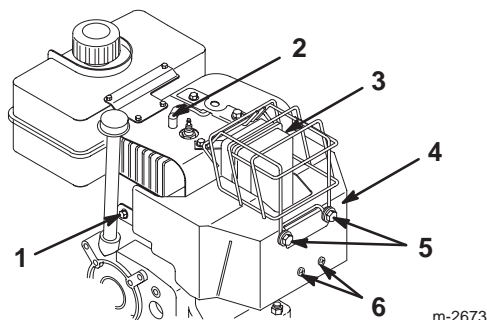

Figure 17
Avant d'utiliser la déneigeuse par une température extérieure supérieure ou égale à 4°C, déposez la boîte de chauffage (Fig. 17).
1. Débranchez la bougie et éloignez le capuchon pour éviter tout risque de contact accidentel (Fig. 17).
4. Enlevez les fixations de la boîte de chauffage du carburateur (Fig. 17).